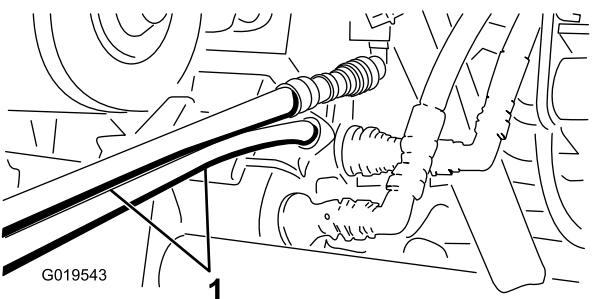

図 77
- 救援側のワークマンのカップラブラケットのにまだついているカップラに、救援用ホースを接続する上のホースは上のカップラに、下のホースは下のカップラに接続する図77。